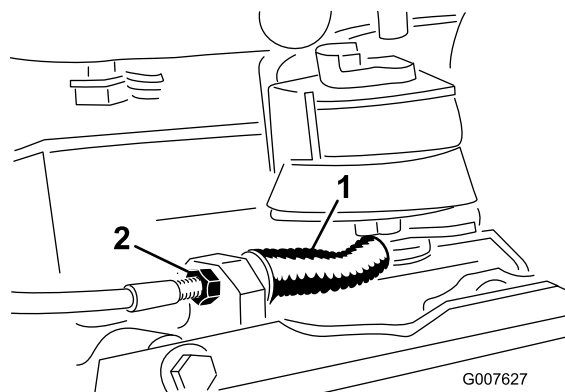

Bild 33
- Lösen Sie die vordere Kabelklemmmutter und ziehen Sie die hintere Klemmmutter an, um die Kabelspannung zu verringern (Bild 33). Wiederholen Sie die Schritte 1 und 2, wenn weitere Einstellungen erforderlich sind.
- Ziehen Sie die vordere Kabelklemmmutter an und lösen Sie die hintere Klemmmutter, um die Kabelspannung zu erhöhen (Bild 33). Wiederholen Sie die Schritte 1 und 2, wenn weitere Einstellungen erforderlich sind.